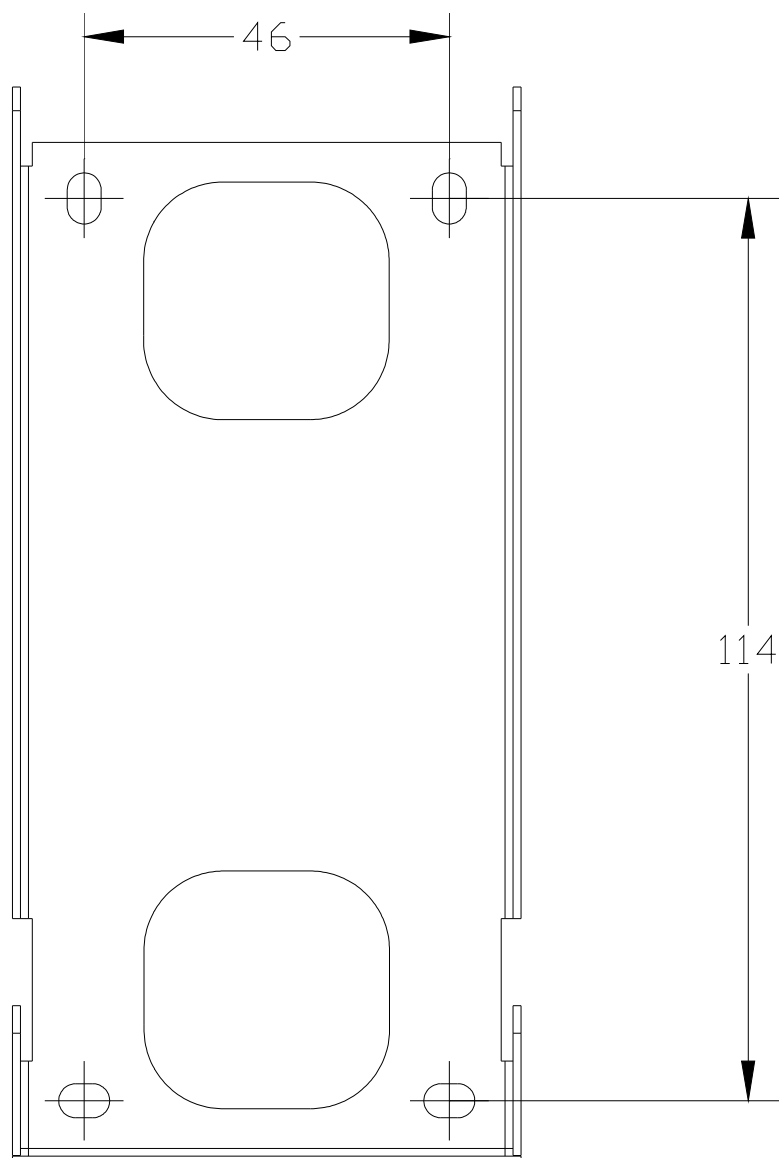

Рисунок 7.2. Габаритные и установочные размеры монтажной планки.
2. Установить планку монтажную на плоскость с использованием крепежа согласно чертежу (рис. 7.2) на плоскость, пропустив кабель соединительный через одно из отверстий в планке монтажной